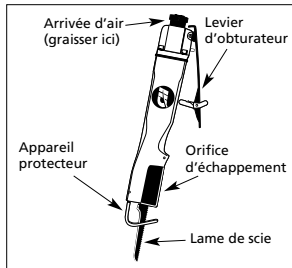

Figure 1
2. Tourner la scie alternative avec l'arrivée d'air en haut (voir Figure 1).